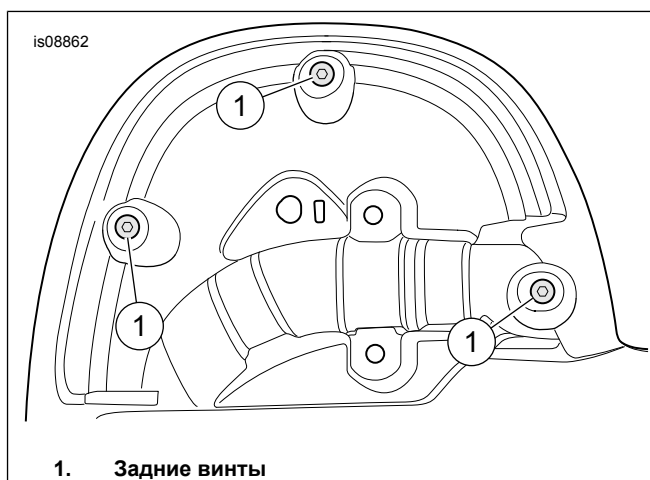

Рисунок 1. Задние винты
1. См. Рисунок 1 . Выверните задние винты с задней стороны одного обтекателя (1).